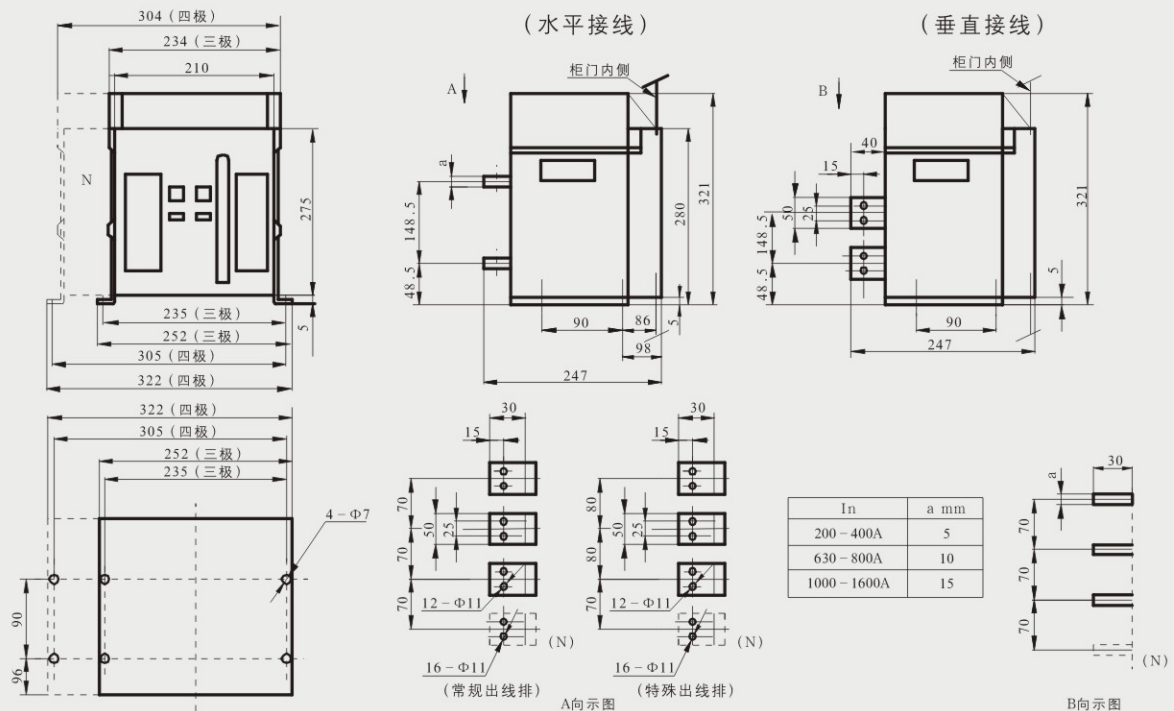

图8固定式断路器安装尺寸及外形尺寸 (HSW2A-1600、1600/4)
6.1 HSW2A-1600断路器安装尺寸，外形尺寸见图8、9